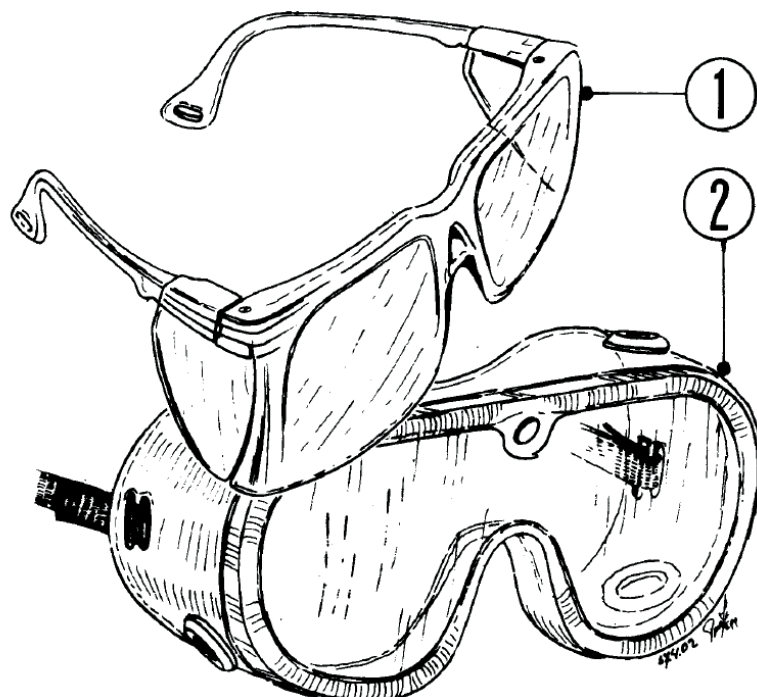

Fig. 10.2.2.1
- Een veiligheidsbril, die op het gezicht aansluit (fig. 10.2.2.1). Het dragen daarvan wordt dringend aangeraden bij werkzaamheden als het billen van stenen en het slijpen van metaal, zelfs al draagt men reeds een gewone bril. Een wegspringend deeltje kan nl. ongelukkigerwijs toch achter de brillenglazen terechtkomen en een oog verwonden.